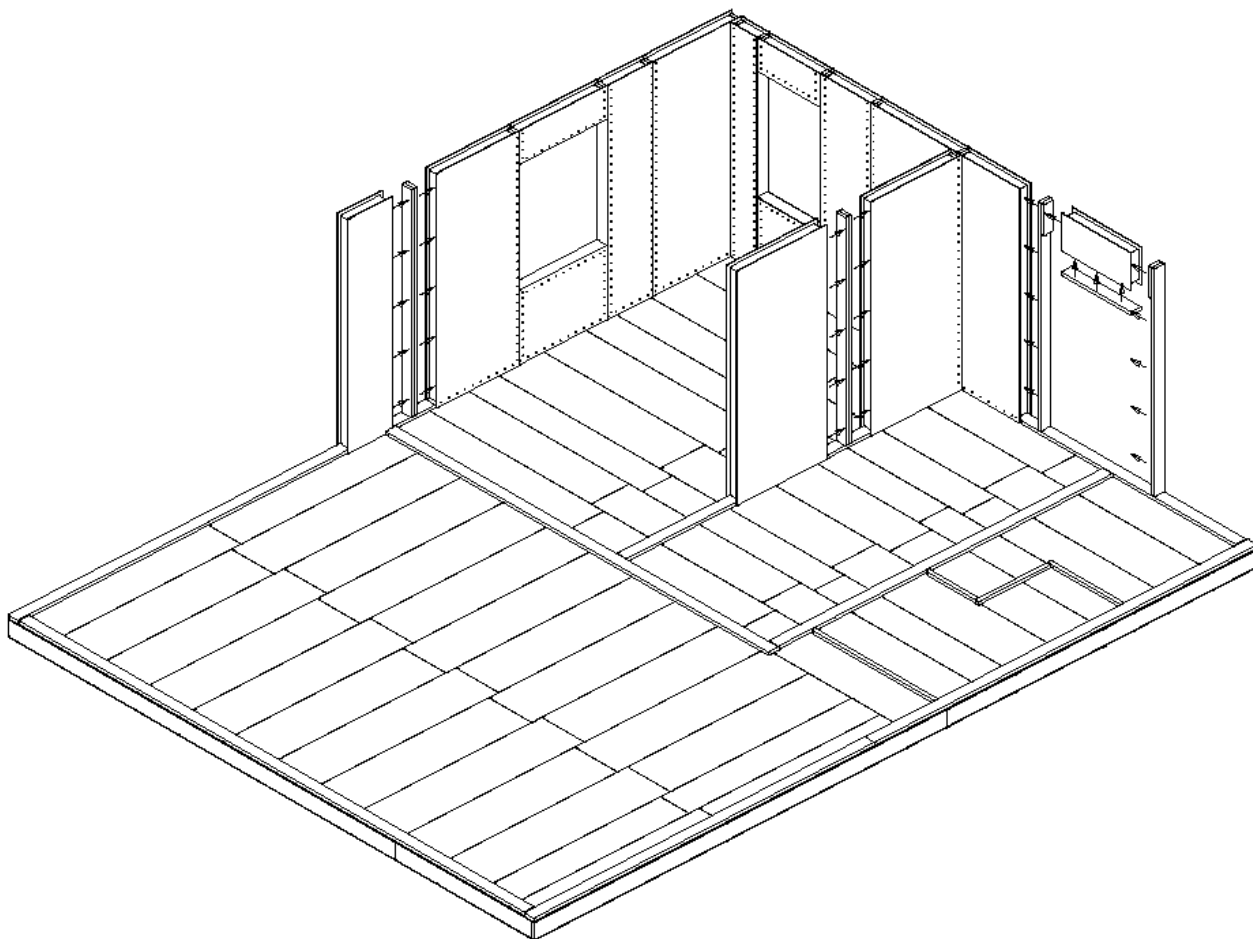

Рис. 11: Последовательная сборка всех стен первого этажа.
11. Далее продолжается последовательная установка всех стеновых панелей и стоек по периметру и во внутренних помещениях дома в обе стороны от первого угла (Рис. 11). Панели крепятся к стойкам и нижним обвязкам с помощью шурупов 3,5х40 с шагом 150 мм, углы и места Т-образных стыков несущих стен стягиваются саморезами-глухарями 8х200 с шагом 500 мм. Сдвоенные стойки крепятся между собой саморезами 4,2х75 с шагом 400 мм, и к нижним обвязкам двумя саморезами 4,2х75. Перед установкой панели выборки в пенополистироле устанавливаемой SIP-панели обрабатываются монтажной пеной.